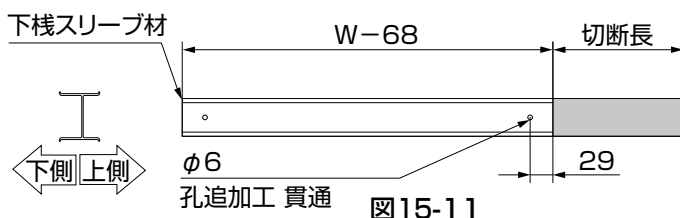

図15-11
- ⑤下棧スリーブ材を切断した側から29mmのところをφ6の下孔をあけてください。(図15-11参照)
- ⑥加工後、再度組立ててください。